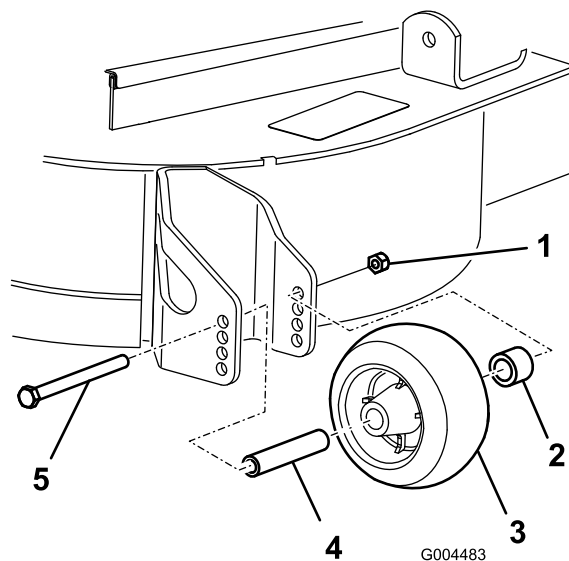

Figura 23
- Dopo avere regolato l'altezza di taglio, regolate i rulli togliendo il dado flangiato, la boccola, il distanziale ed il bullone (Figura 23).
- Montate il dado flangiato, la boccola, il distanziale ed il bullone. Serrate a 54-61 Nm (Figura 23).